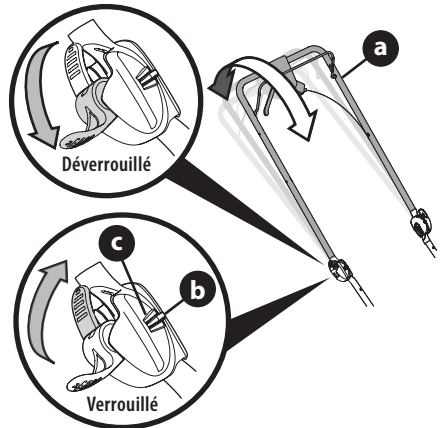
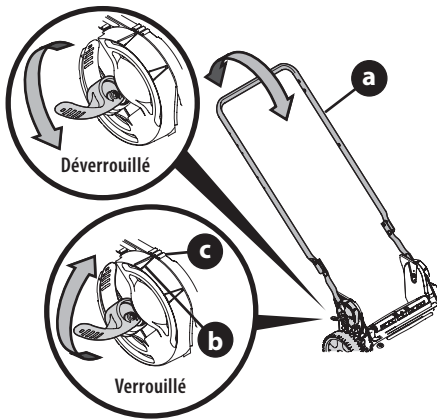

Figure 26
Figure 27
**NOTE :** Référez-vous à la Figure 26 pour le guidon avec loquet et à la Figure 27 à la page 61 pour le guidon rabattable.